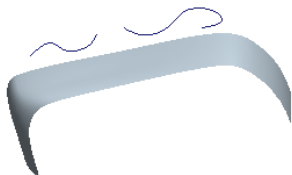

图 10.2.18 模型
(1) 单击视图工具栏中的  按钮，将模型设置为着色显示状态。
(2) 单击图工具栏中的  按钮，在弹出的界面中取消选中  轴显示 和  坐标系显示 复选框，使基准轴和坐标系不显示。
(3) 选中  平面显示 复选框，使基准面显示出来。
(4) 单击  按钮，然后选择 VIEW_1 视图。
(5) 隐藏相关的一些层。在导航选项卡中选择导航选项卡中的  → 层树(L) 命令, 选取层  CURVE、 DATUM、 LAY0001 进行隐藏, 此时模型如图 10.2.18 所示。